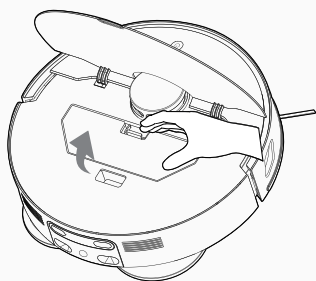

Fig. 8
2. Åpne robotens topplokk, trykk og hold inne støvboksens utløserknapp for å ta ut støvboksen. [Fig. 8]